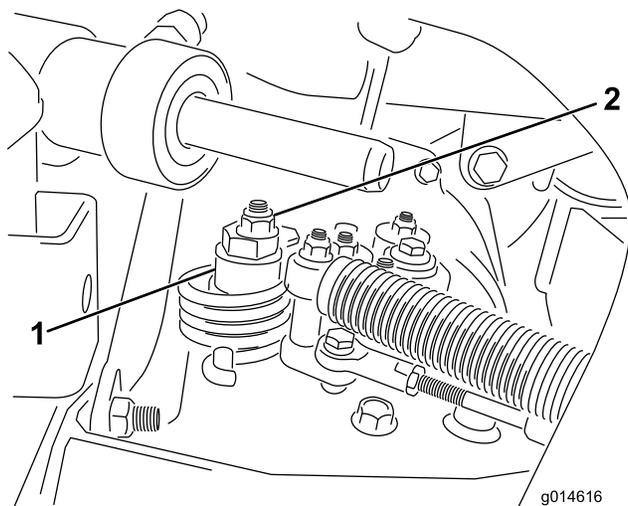

図 51
- A. 偏芯ナットをハイドロスタット上部に止めているナットをゆるめる（図 51）。
- C. どちらにも車輪が回らないように偏芯ナットを回して調整する。調整ができれば固定ナットを締める（図 51）。スロットル SLOW およびFAST 位置で調整が正しいことを確認する。